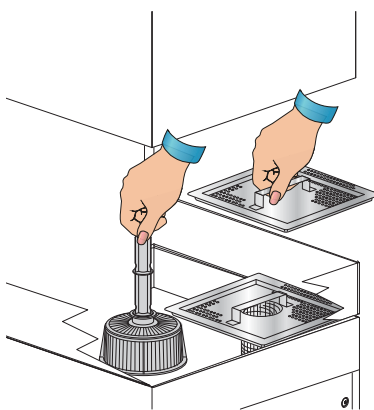

fig. 9
- Controle que el filtro de aspiración de la bomba esté bien alojado en su sede en el fondo de la cuba (véase fig. 9). El filtro debe limpiarse cada 20 ciclos de lavado y cuando sea necesario. **Está prohibido poner en marcha la máquina sin filtro.**
- Introduzca el tubo de rebose en la sede específica en el interior del filtro de aspiración de la bomba (véase fig. 9).
- Introduzca, si están presentes, los filtros de superficie (véase fig. 9).